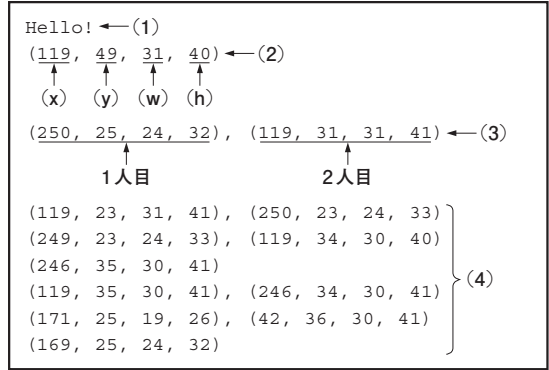

図2-6 顔検出結果のUART出力例
- ① Maix ライブラリ内のUART機能をプログラムに組み込みます。
- ② FPIOA管理機能を組み込みます。
- ③ FPIOAを使って、IO7ピンをUART1のTX(送信)に割り当てます。
- ④ UART1の通信パラメータの設定を行い、オブジェクトuartを生成します。丸括弧内の第1引き数にはUARTチャンネル1を、第2引き数にはビット・レート、以降、ビット数、パリティ有無、ストップ・ビットを渡します。これらは受信側(パソコン側)の設定と同じにします。
- ⑤ 起動したことを示すために文字列Hello!をUART送信します。\\nは改行を示します。
- ⑥ 顔検出した結果を文字列に変換し、文字列変数sに追記します。検出結果は、X座標x、Y座標y、幅w、高さhの4値を含む図2-6(2)のようなタプル型の配列です。
- ⑦ 変数sの内容をUART送信します。図2-6(4)のように顔を検出するたびに繰り返します。